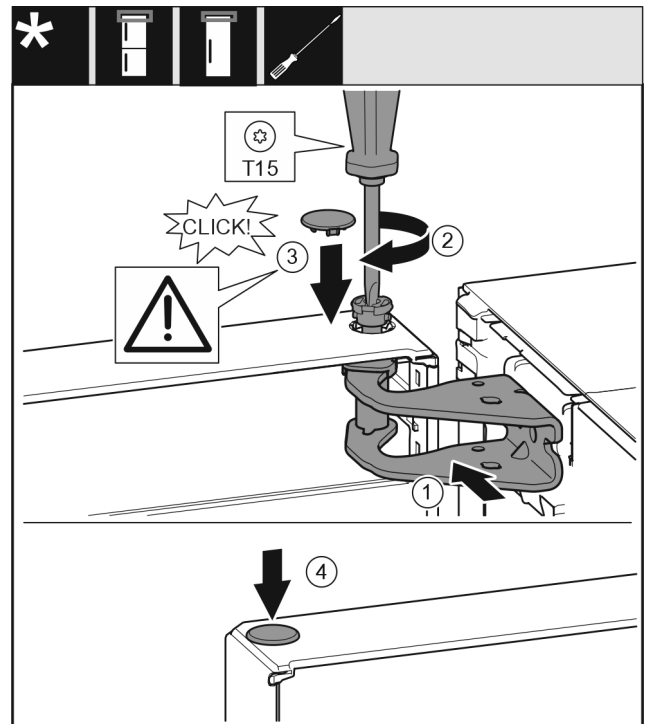

Fig. 21
- ▶ Tür oben zur Öffnung im Lagerbock Fig. 21 (1) ausrichten.
- ▶ Bolzen Fig. 21 (2) einsetzen und mit Schraubendreher festschrauben.
- ▶ Abdeckung Fig. 21 (3) einsetzen.
- ▶ Kontrollieren, dass die Abdeckung *Fig. 21 (3)* auf der Tür aufliegt.
- ▶ Abdeckung *Fig. 21 (4)* einsetzen.